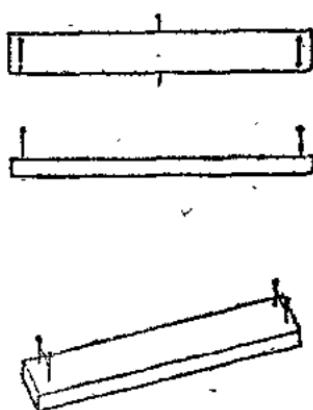

图 9
1. 照准板 在长约 20 公分 (6 寸) 的木条 (2 公分宽, 半至 1 公分厚) 上, 于两端各钉大头针 (或小洋钉) 两枚。在大头针之间用 50 号黑洋细 (或差不多粗细的细铜丝、丝线均可) 相连, 使所张的线大致与尺面平行, 即成照准板 (图 9), 另外, 还在木条中间的两侧, 各钉两针, 以作悬挂照准板之用。